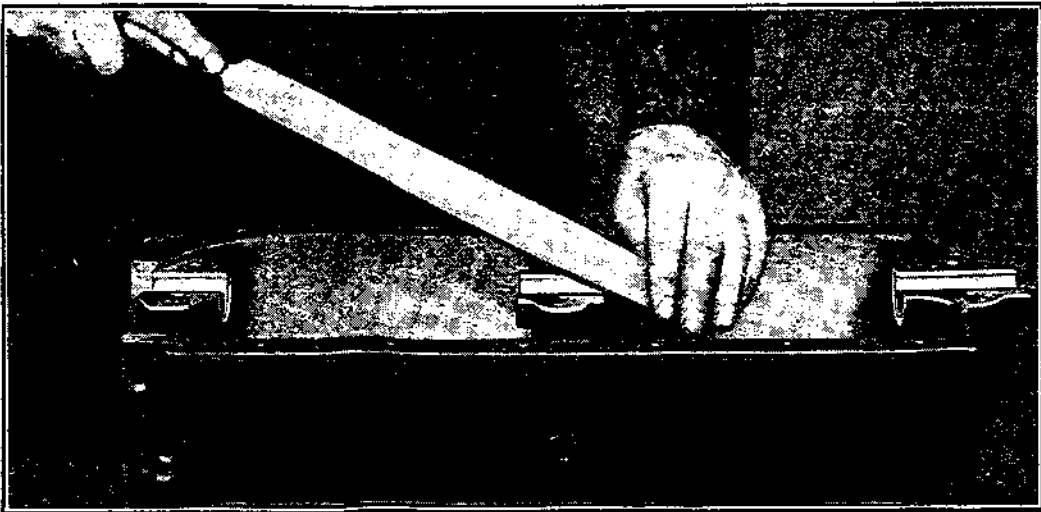

Fig. 154
**236** — Après avoir alésé les coussinets, dresser les bords à la lime et les tomber à un angle de  $45^\circ$ . (Voir fig. 154.) Limer les extrémités du coussinet à ras du palier.